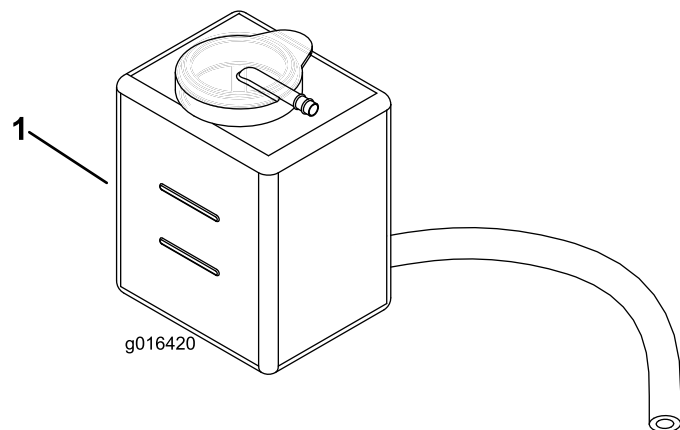

Figura 26
2. Compruebe el nivel de refrigerante (Figura 26). Con el motor frío, el nivel del refrigerante debe estar entre las rayas del depósito de reserva.